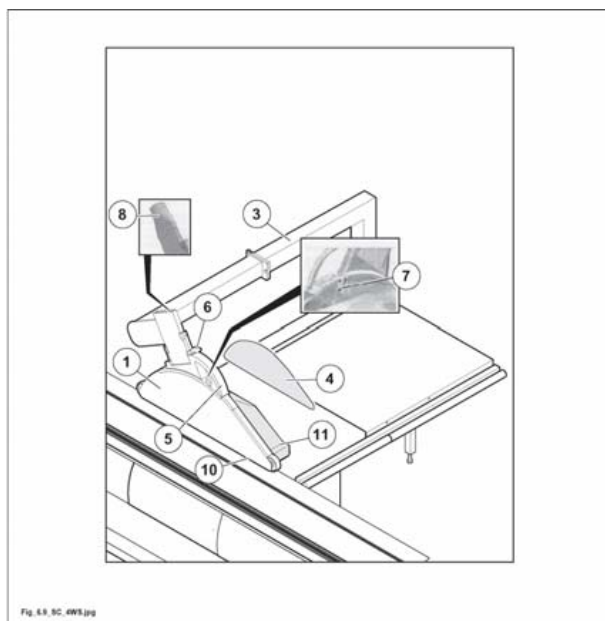

Fig. 6.9
Questa protezione si regola semplicemente alzando o abbassando la maniglia (5 fig. 6.9).
Con la maniglia (5 fig. 6.9) tenendo premuta la molla (6 fig. 6.9), sollevare ed abbassare parallelamente al piano la protezione (1 fig. 6.9) che manterrà la posizione scelta.
Per i tagli inclinati utilizzare il fianco posteriore largo (11 fig. 6.9) in dotazione alla macchina.
- ruotare il dispositivo di bloccaggio (7 fig. 6.9) e sfilare il fianco.
- inserire il fianco desiderato e per bloccarlo ruotare il dispositivo di bloccaggio (7 fig. 6.9).
La protezione è dotata di un attacco (8 fig. 6.9 diametro 80 mm) per l'allacciamento al sistema d'aspirazione centralizzato.